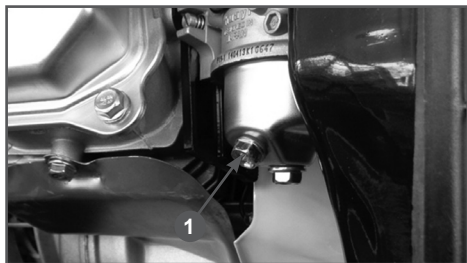

Рис. 21 Слив топлива из карбюратора
1. Слейте топливо из топливного бака и карбюратора (Рис. 21).